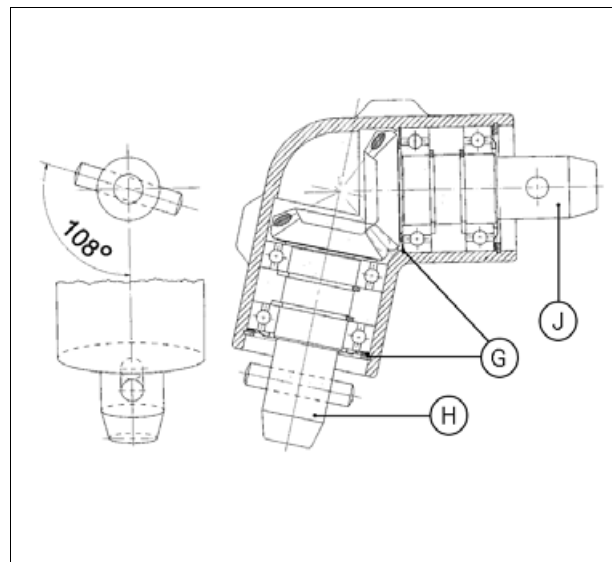

Рис. 6.
4. Ослабьте крепление конического редуктора, отведя фланец с двумя болтами (F). Теперь редуктор можно приподнять и снять с отвода разгрузочной трубы.
**ВАЖНО:** Обратите внимание на прокладки (G) *рис. 6*, установленные в редукторе. Запомните их номера и расположение для правильной установки при последующей сборке.